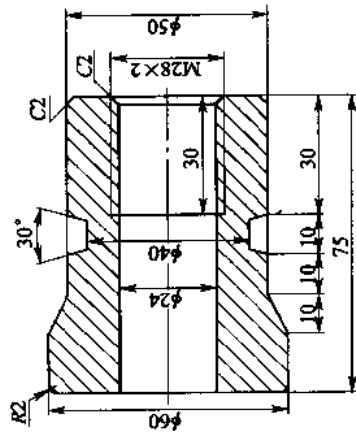

图 3—1
1. 根据图 3—1 所示工件图样, 编制零件的加工程序。要求程序正确可行、代码简洁、工艺合理, 并适当地加以注释。(毛坯大小自定)